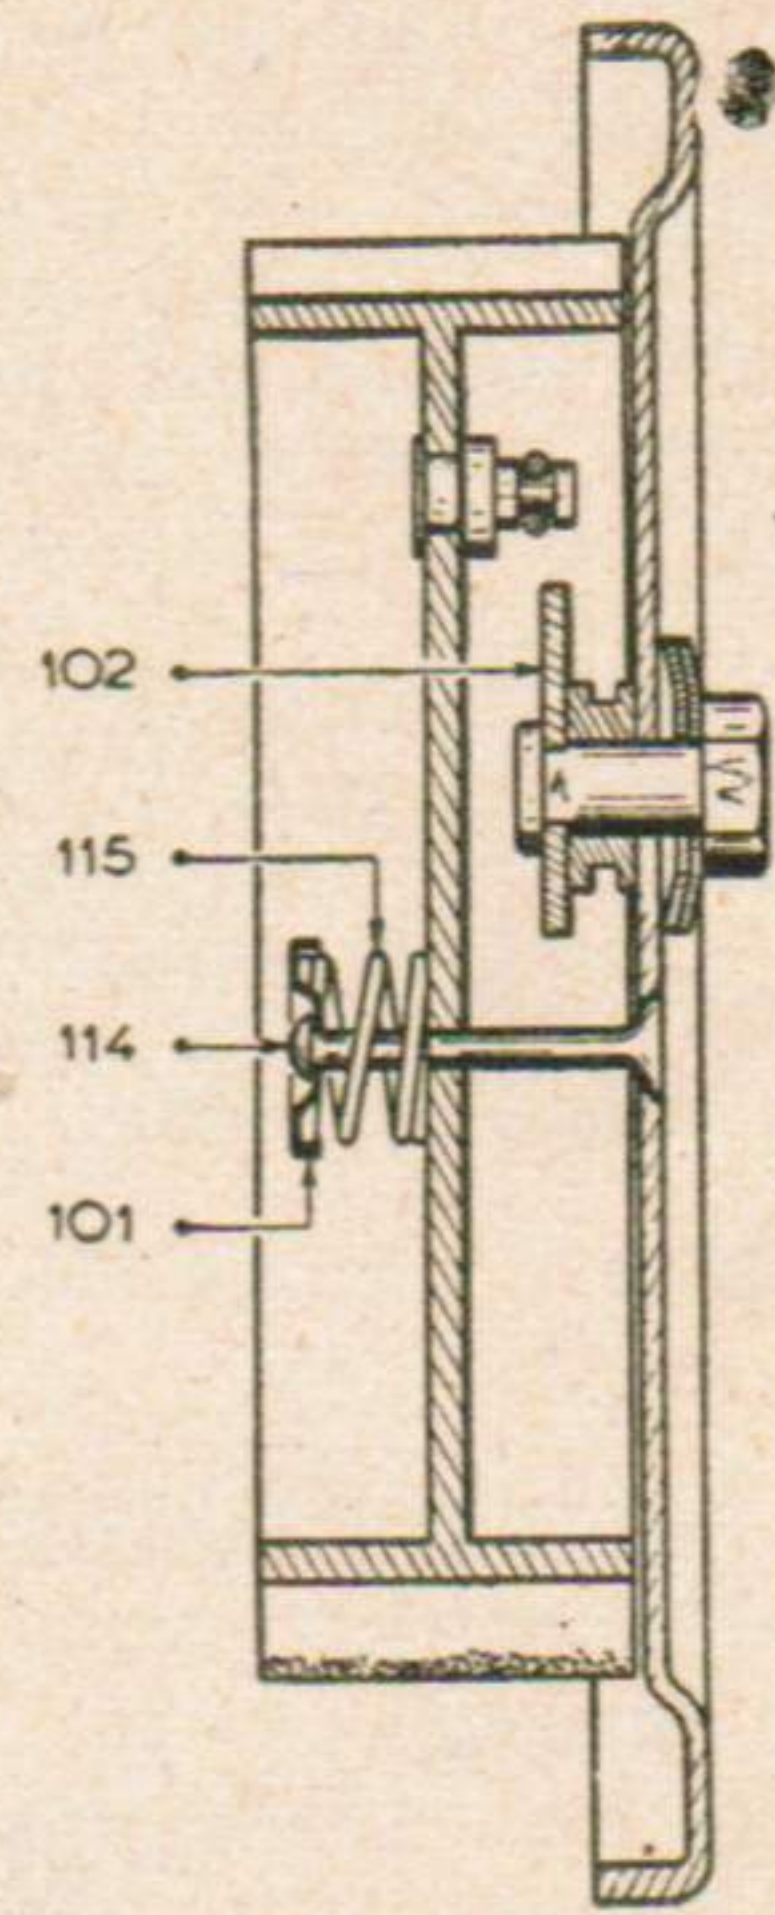

Fig. 49. — Coupe transversale d'un plateau de frein (tôle) (suivant tracé AB de la figure 47).
- Déposer les calottes de retenue (101) (figure 49) des ressorts d'appui,
- 4° Monter les tiges-guides (114), les ressorts d'appui (115), les calottes de retenue (101), et les verrouiller en les faisant tourner de 1/4 de tour (figure 49).